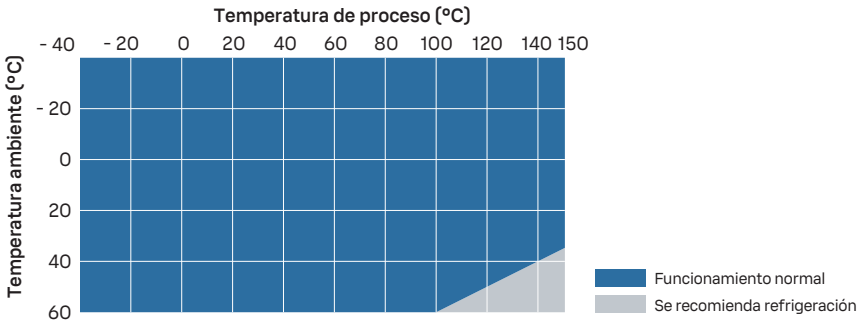

Figura 20 Temperatura de proceso y enfriamiento recomendado
- Use enfriamiento adicional de acuerdo con Figura 20 \(página 103\). Tenga en cuenta que los valores de la figura son indicativos. El enfriamiento requerido depende de la ubicación y del entorno de instalación.